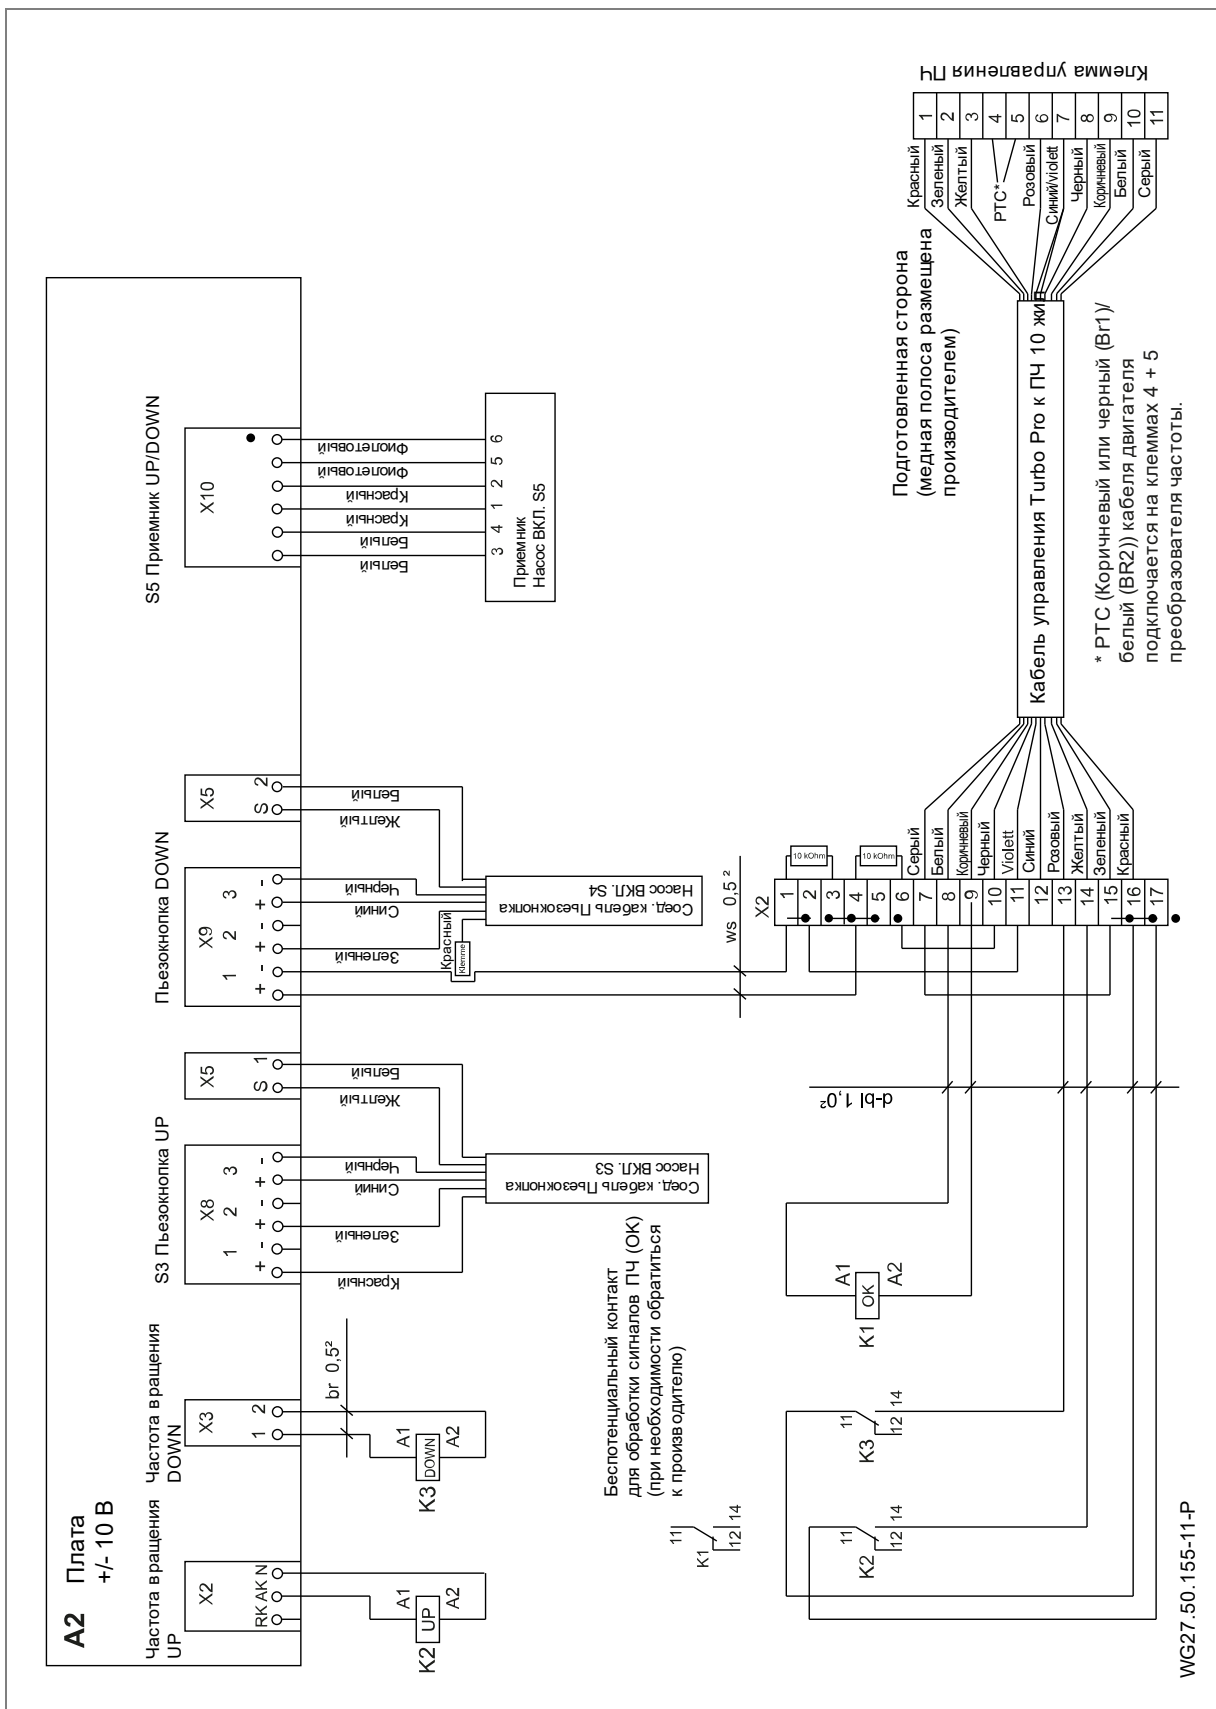

Рис. 19
14. Провода для РТС (Коричневый или черный (Br1)/белый (BR2)) подключить в соответствии со схемой. См. "Рис. 19" на стр. 25